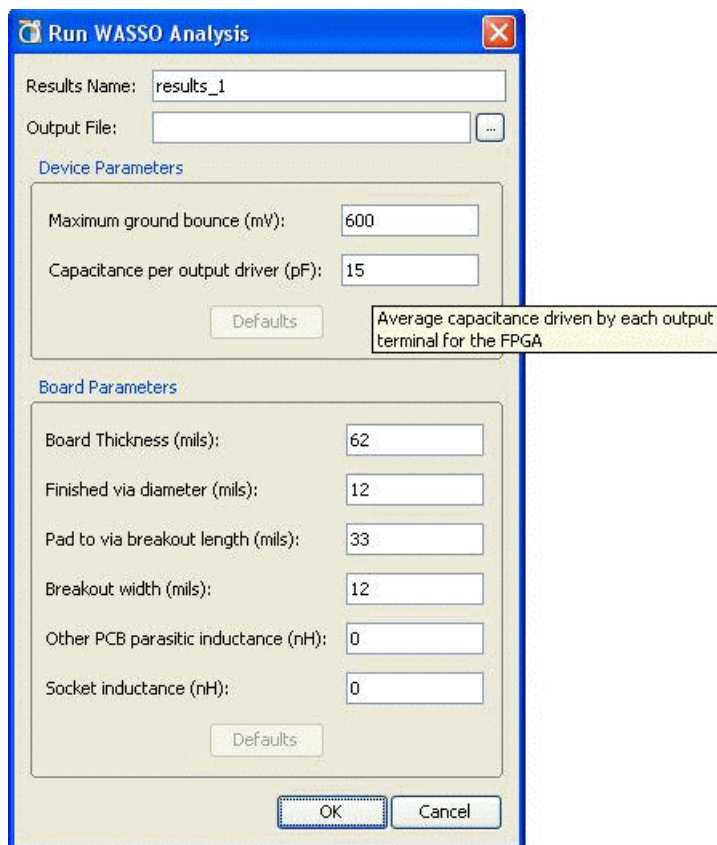

図 8-37 : [Run Wasso Analysis] ダイアログ ボックス
1. WASSO 解析を実行するには、Flow Navigator または [Tools] メニューから [Run Noise Analysis] をクリックします。323 ページの図 8-37 に示す [Run WASSO Analysis] ダイアログ ボックスが開きます。